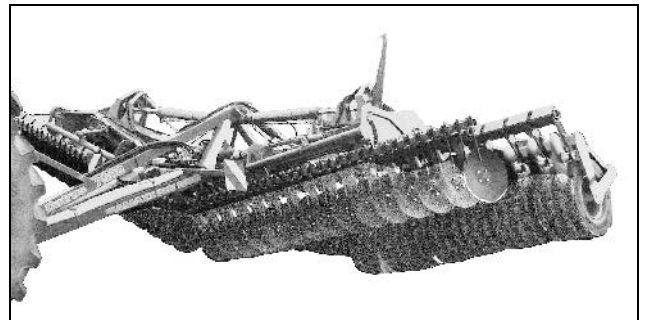

Fig. 22
- Lyft upp sidosektionerna. (Fig. 22)